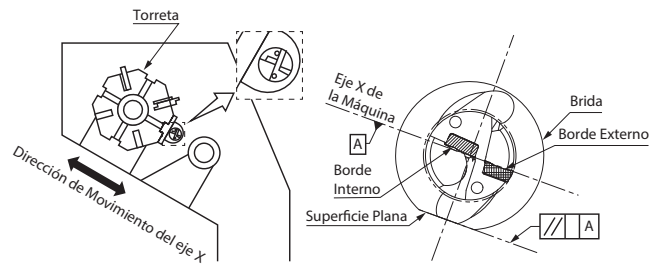

Fig.1 Instalada en el Torno
1. Alinear la escala en la periferia de la brida del casquillo con el centro del tapón de líquido refrigerante del taladro. (Fig.1)
2. Se recomienda colocar el inserto externo como se muestra en la Fig.1, con el inserto externo mirando hacia el operador. (Fig.1)
Al instalar el inserto interno como se muestra en la Fig.1, éste se ajustará alrededor de 0.05mm más abajo del Centro del Eje. Esta es la posición normal de la altura del centro. (Fig.5)